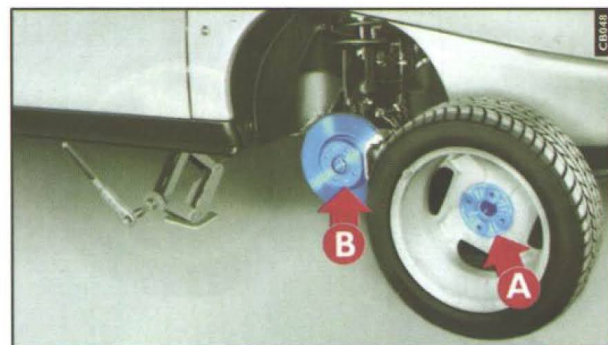

fig. 5
- 2) Montar a roda de uso normal, fazendo coincidir as sedes **A** - **fig. 5** localizadas na parte interna da roda, com os pinos **B**.